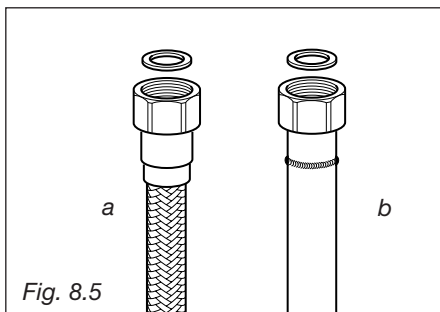

Fig. 8.5
- con ayuda de un destornillador pequeño, aflojar y apretar el tornillo que se encuentra en el interior del vástago hasta que se obtenga la regulación correcta (Fig. 8.5).